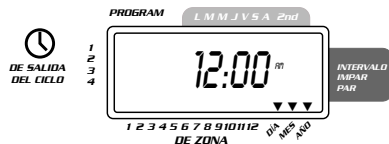
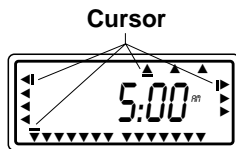

FIGURA 3: Pantalla LCD con información correspondiente
FIGURA 4
- Haga girar el dial a la posición **HORA/FECHA** [Vea la figura 3].
- En la pantalla se leerá **12:00 AM** con tres flechas señalando el año (Y), el mes (M), y el día (D).
- Al programar, un cursor intermitente aparecerá sobre la flecha para determinar el año (Y), el mes (M) o la fecha (D) [Vea la figura 4].